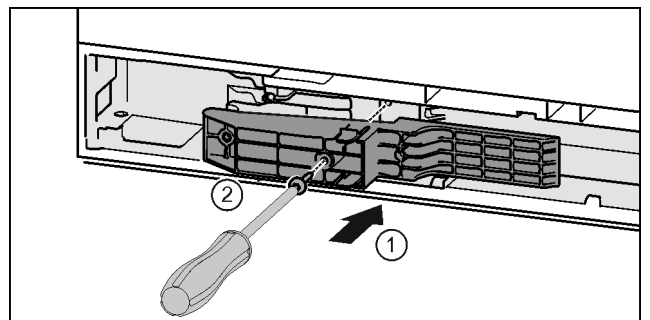

Fig. 45 *
- ▶ Futni pjesën përshtatëse në fole në anën e dorës. *Fig. 45 (1)**
- ▶ Mbërtheni fort vidat me një kaçavidë T15. *Fig. 45 (2)**